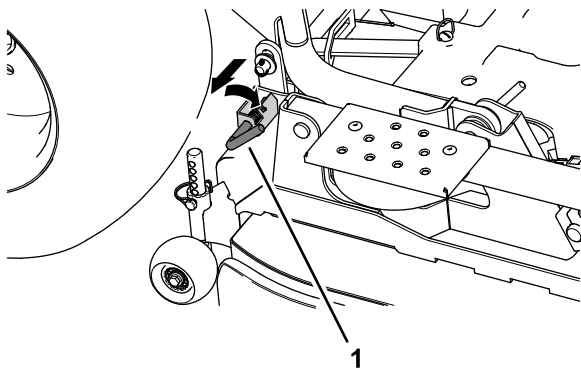

Figura 113
3. Prima di abbassare il piatto, tirate e ruotate i perni di collegamento posteriori su entrambi i lati del piatto di taglio (Figura 113).
13. Ruotare i perni di collegamento posteriori per innestare gli attacchi di sollevamento posteriori del piatto di taglio; fate riferimento alla Figura 113 in Rimozione del piatto di taglio \(pagina 78\).